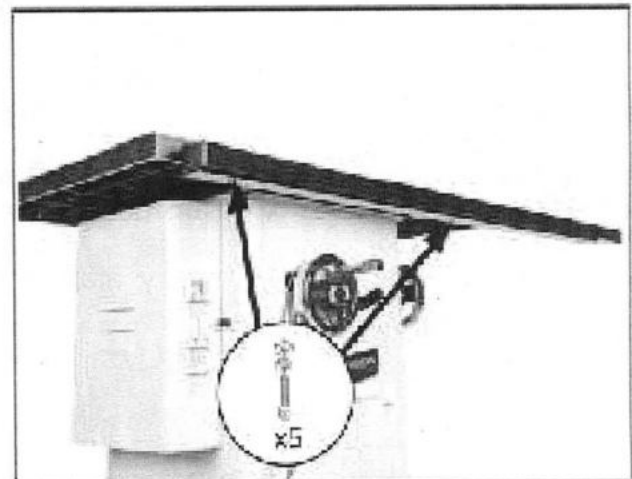

Figura 16. Tubo rectangular unido al riel frente.
10. Instale el tubo de riel frontal en el carril delantera con los cinco tornillos de cabeza plana M6-1 16 arandelas de 6 mm y arandelas de seguridad de 6 mm, como se muestra en la **Figura 16**. Apriete los tornillos.